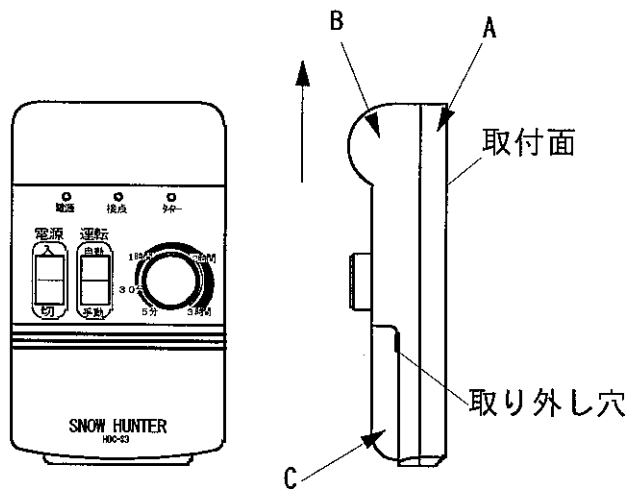

図7 制御部ケース
- ①制御部は3つのパーツ (A, B, C) からなっていますので、それぞれに分けて下さい。Aの裏蓋からBの本体を外す場合は図7の矢印の方向にBを押し上げて下さい。Bの本体からCのカバーを外す場合は、図の取り外し穴にドライバーなどを差し込んで外して下さい。